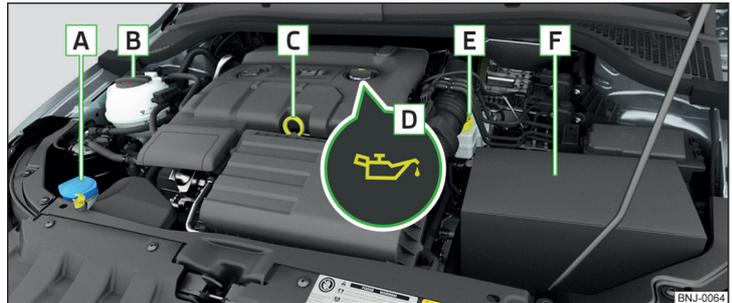

Abb. 157 Prinzipdarstellung: Motorraum
## Anordnung im Motorraum » Abb. 157
- Den Deckel der Motoröleinfüllöffnung abschrauben » Abb. 157 auf Seite 156.